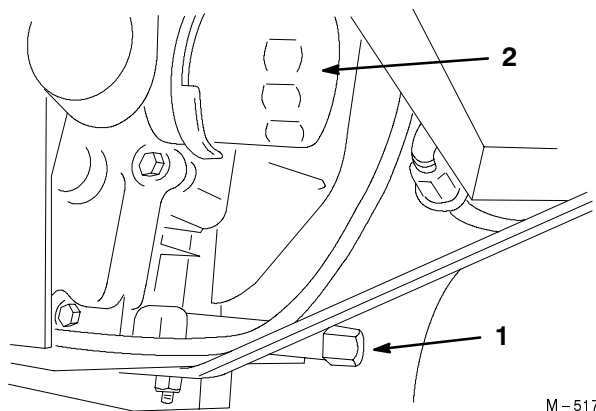

Figure 19
3. Placez un bac de vidange sous l'orifice de vidange. Enlevez le bouchon de vidange (Fig. 19).
2. Déposez le filtre à huile usagé et essuyez la surface du joint de l'adaptateur (Fig. 19 et 20).